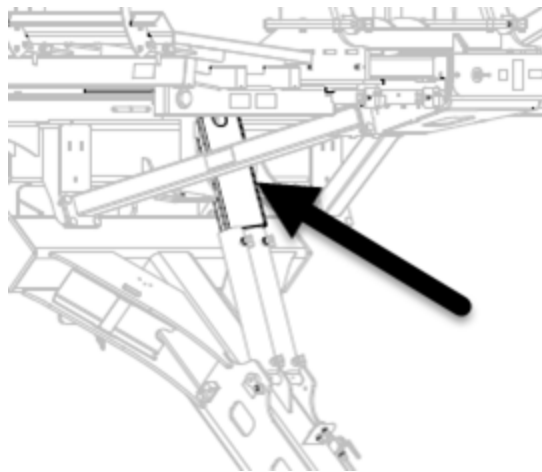

Figure 25 — Installation de la béquille de sécurité
2. Placez la béquille sur la tige du vérin comme le montre la Figure 25.